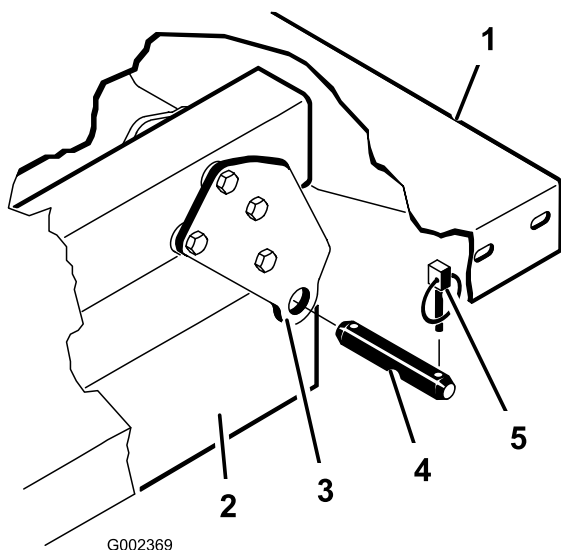

Figura 4
6. Rimuovete gli acciarini ed i perni con testa che fissano le staffe orientabili ai profilati del telaio (Figura 4).